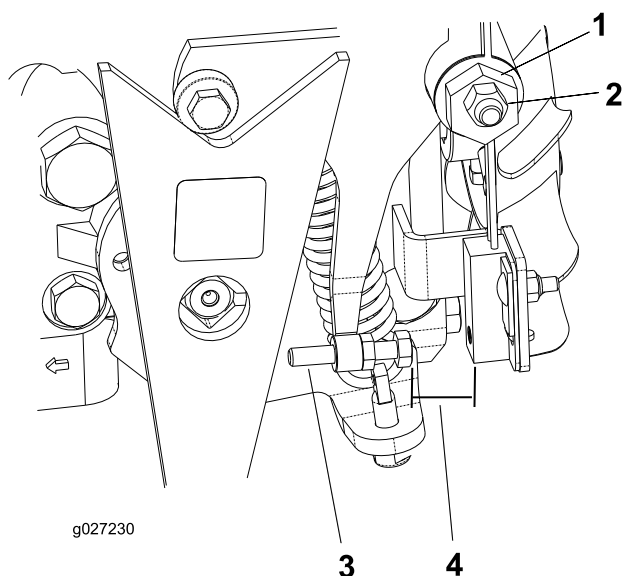

Рисунок 35
- Ослабьте контргайку на кулачке регулировки тяги (Рисунок 35).
- Запустите двигатель и поверните шестигранник кулачка (Рисунок 35) в обоих направлениях, чтобы определить среднюю точку хода педали в нейтральном положении.
- Регулируйте винт до тех пор, пока зазор не составит от 0,8 до 2,3 мм; см. Рисунок 35.